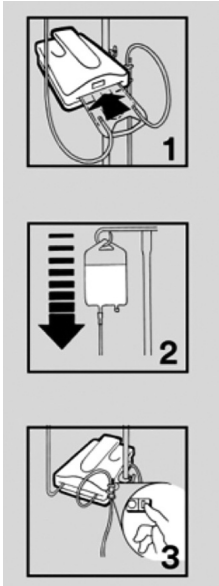

Figura 4
2. Glisați caseta în fanta unității de încălzire. Caseta se poate încadra în dispozitiv numai într-un singur sens (a se vedea Figura 4, #1).
3. Amorsați setul de încălzire. Pentru mai multe informații despre amorsarea setului, consultați instrucțiunile furnizate împreună cu seturile de încălzire (a se vedea Figura 4, #2).
5. Conectați cablul de alimentare la o priză adecvată. Porniți unitatea (a se vedea Figura 4, #3). În câteva secunde, afișajul alfanumeric se va aprinde. Durează mai puțin de două minute pentru a ajunge la un punct de setare de 41 °C.